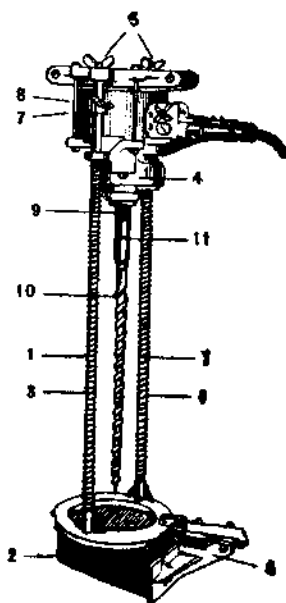

Рис. 56. Рабочая часть.
части на стойке навинчены 2 барашка (5). Сбоку к опорной панели неподвижно прикреплена планка, на выступы которой своими пазами надета боковая направляющая планка (6) (рис. 56).